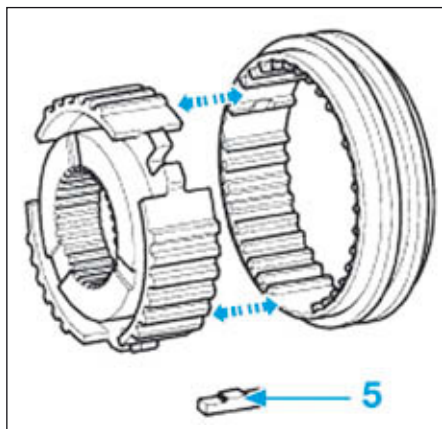

FIG.25
- Vérifier (Fig.25) :
- le bon état des clavettes (5).